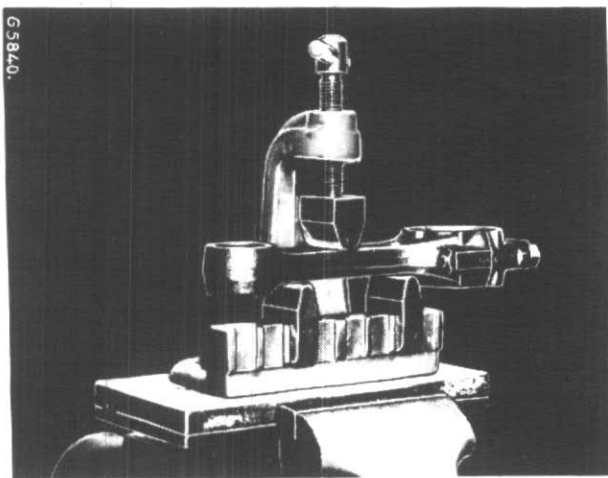

Figure 136
8. Redressez s'il le faut la bielle, fig. 136.